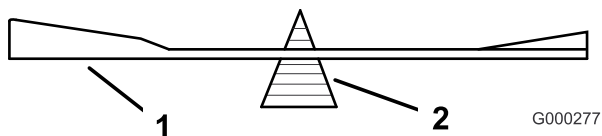

Figure 72
- Vérifiez l'équilibre de la lame en la plaçant sur un équilibreur (Figure 72).